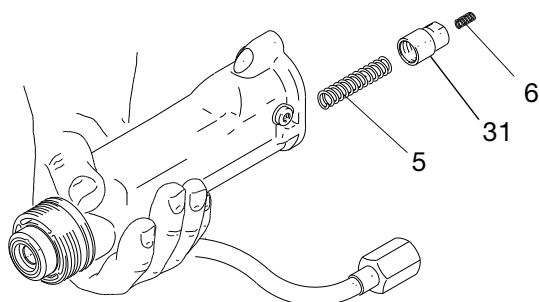
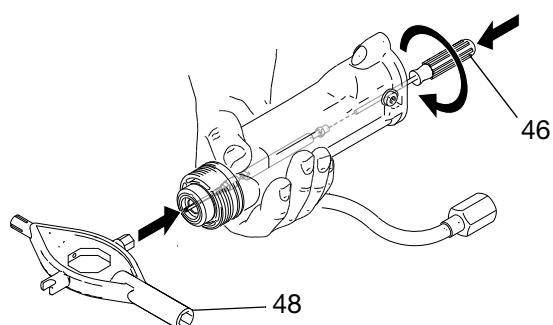

FIG. 26. Capuchon de ressort et ressorts
FIG. 27. Dépose du pointeau pour fluide
3. Retirez le fût (1), page 37.
4. Retirez le chapeau du ressort (31) et le ressort (5) du fût. Voir FIGURE 26.
5. Assurez-vous que le boîtier du siège (4) est retiré. Placez la clé (46) à embout sphérique de 2 mm à l'arrière du pointeau pour fluide. Poussez l'outil vers l'avant de sorte que les deux segments du pointeau s'enclenchent, puis tournez-le dans le sens antihoraire d'environ 12 tours complets pour dévisser le pointeau.
6. À l'aide de l'embout hexagonal de l'outil multifonctions en plastique (48), appuyez délicatement tout droit sur la bille du pointeau pour fluide depuis l'avant du fût jusqu'à ce que les joints pour fluide se libèrent de l'alésage. Voir FIGURE 27.